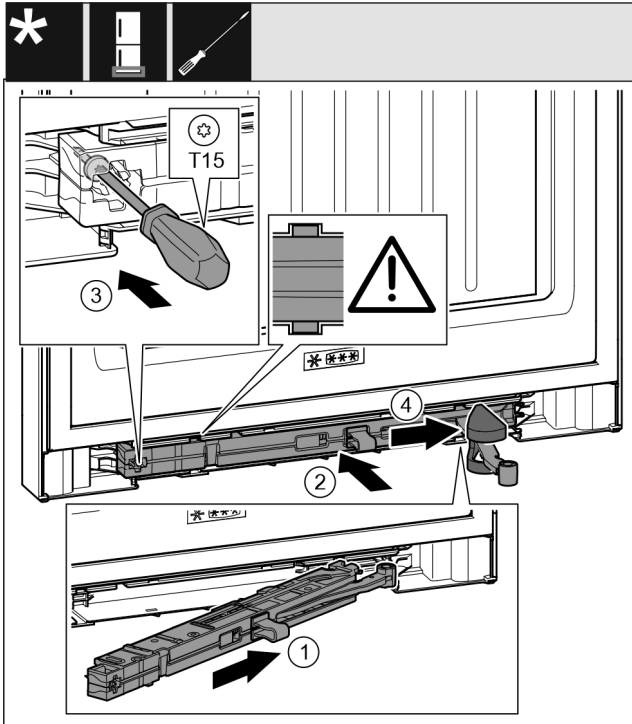

Fig. 46
- ▶ Schließdämpfereinheit auf der Lagerbockseite bis zum Anschlag schräg in die Aussparung einschieben. Fig. 46 (1)
- ▶ Schließdämpfereinheit vollständig in Aussparung schieben. Fig. 46 (2)
- ▶ Schraube mit einem Schraubendreher T15 festschrauben. Fig. 46 (3)
- ▶ Abdeckung über Gelenk schieben. Fig. 46 (4)